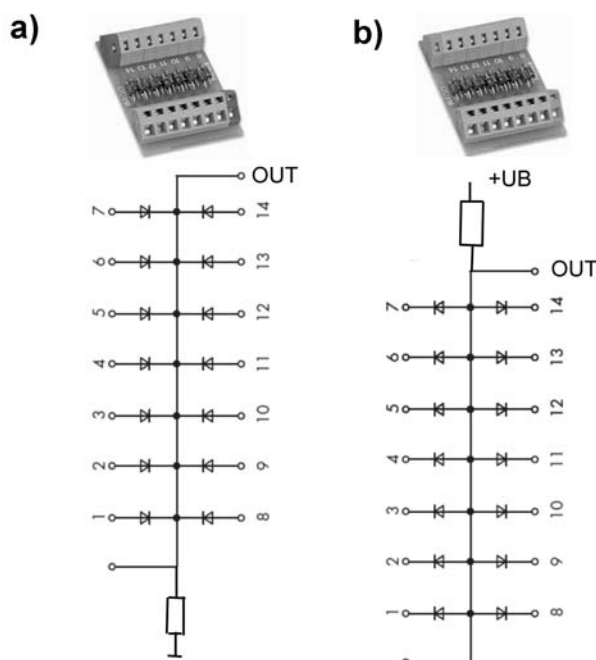

Abb. 1
1. Abb. 1 zeigt zwei Diodenbausteine (Quelle: Wago). Welcher ist für eine UND-Verknüpfung brauchbar, welcher für eine ODER-Verknüpfung? Wir arbeiten mit einer positiven Betriebsspannung (UB) und positiver Logik. Ergänzen Sie die Schaltbilder so, daß sich ein UND-Gatter und ein ODER-Gatter ergibt.